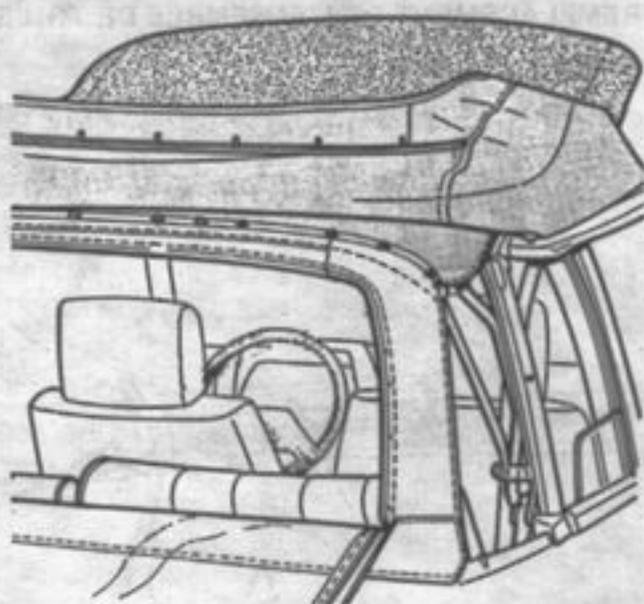

Figure 20 A 4910
- Dégager la partie AR de la toile de capote, (figure 20)